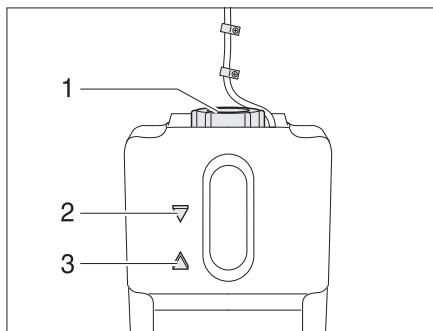

Bild 269 Ausgleichsbehälter Warmwasser-Heizung
- Prüfen, ob am Ausgleichsbehälter (Bild 269) die Flüssigkeit zwischen der Markierung "MIN" (Bild 269,3) und "MAX" (Bild 269,2) steht.
- Am Ausgleichsbehälter den Drehverschluss (Bild 269,1) aufdrehen.